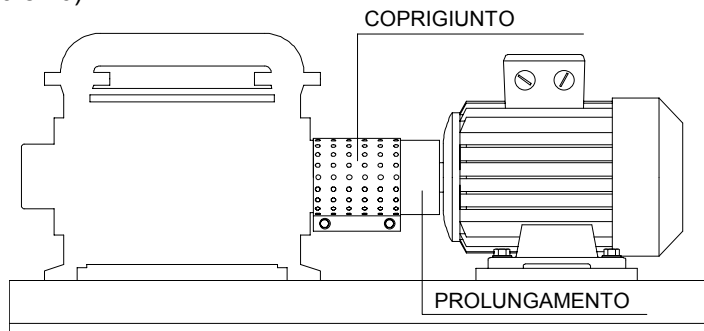

Fig. 9 - SITUAZIONE DI VERIFICA DELL'ALLINEAMENTO DELL'ESECUZIONE SU BASAMENTO
- 7 - Togliere il coprigiunto ed il relativo prolungamento (se presente) agganciato alla pompa svitando le due viti di ancoraggio (vedere le fig. 9 e 10).